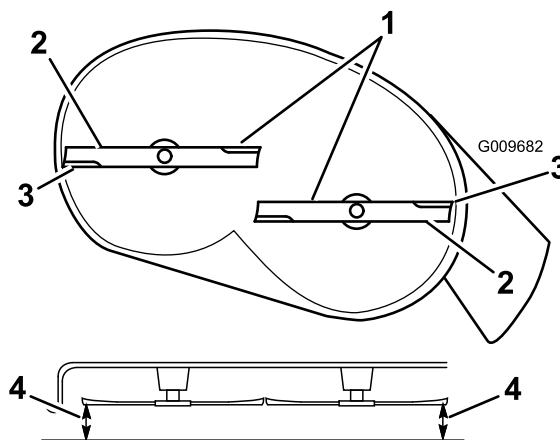

Figura 52
4. Girate con cautela le lame in modo che siano disposte tutte lateralmente (Figura 52).
5. Misurate la distanza tra i taglienti esterni e la superficie piatta (Figura 52). Se entrambe le misure non rientrano nella tolleranza di 5 mm è necessario regolare; proseguite l'operazione.